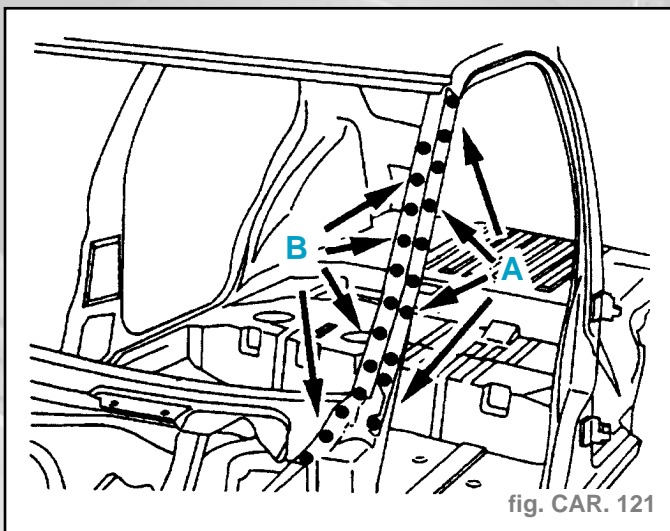

fig. CAR. 121
- Souder par points bouchons au MIG (suivant A) (fig. CAR. 121).